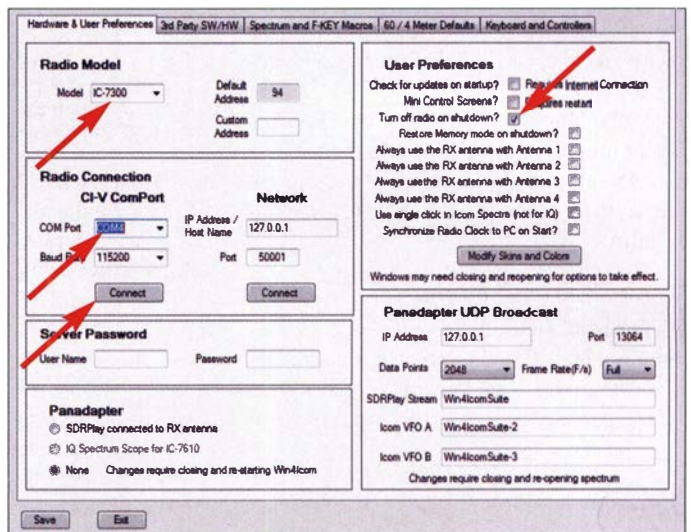

Bild 3: Einstellung von Transceiver-Modell und CI-V-COM-Port im Setup-Menü der Steuersoftware
-buy herunterzuladen, zu installieren und zu starten. Die Software darf man 30 Tage lang kostenlos testen. Eine zeitlich unbefristete Lizenz, die sich auf bis zu drei Rechnern nutzen lässt, ist für 50 US-\$ zu erwerben. Zunächst öffnet sich ein Setup-Menü (Bild 3), in dem unter *Radio Model* der verwendete Transceiver gewählt wird, hier im Beispiel der IC-7300, und unter *COM Port* der COM4. Bei *User Preferences* sollte man noch bei *Turn off radio on shutdown* ein Häkchen setzen, damit sich der Transceiver beim Start und Beenden des Programms automatisch ein- und ausschaltet. Nach Eingabe der Daten klickt man auf *Connect* und *Save*.